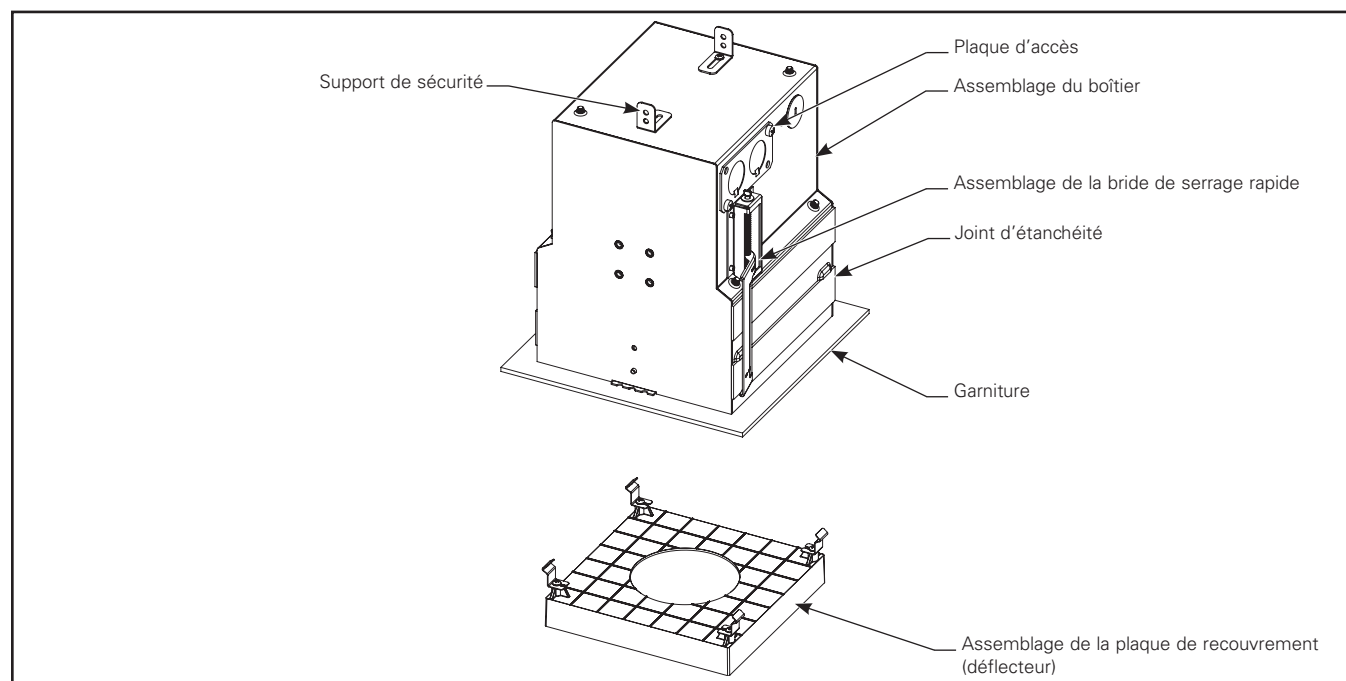

Figure 2.1.
1. Déballer le luminaire multitêtes pour les rénovations de la série HCM et assurez-vous que toutes les pièces sont incluses. (Figure 2.1)